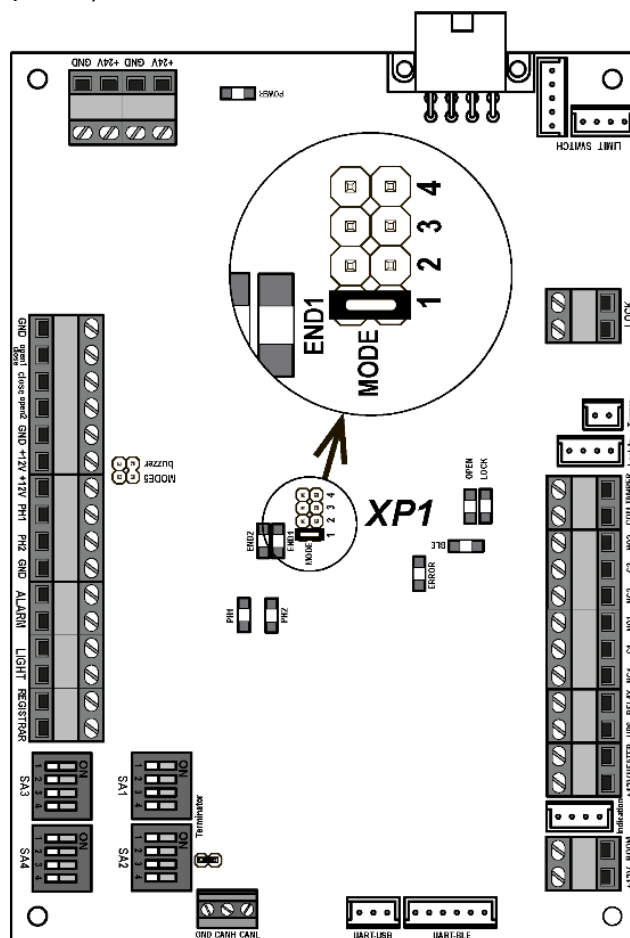

Рисунок 9. Расположение джампера «MODE1» при левостороннем положении стрелы
2. На приводе стрелы переведите рычаг (13) в нижнее положение. Для этого шлицевой отвёрткой вращайте винт (или ручку, в зависимости от модификации привода) разблокировки привода (21) против часовой стрелки до упора.
4. Демонтируйте рычажно-шатунную группу – детали (12) и (13), для чего открутите два болта (14) с внутренним шестигранником S10 и снимите стопорное кольцо (15). Детали плотно насажены на оси, при снятии покачивайте их из стороны в сторону, при необходимости используйте большие отвертки в качестве рычагов.
5. Снимите стопорное кольцо (16) и разъедините детали – шатун (12) и рычаг (13). Замените рычаг (13) на другой из комплекта поставки (рычаг с маркировкой 18В-В соответствует правосторонней установке стрелы, рычаг с маркировкой 18В-А – левосторонней). Установите шатун на новый рычаг и зафиксируйте обе детали стопорным кольцом (16).
6. Открутите четыре винта (18) с внутренним шестигранником S6 и переставьте упор (17) зеркально относительно вертикальной оси привода, на рисунке – место (19). Перед установкой упора на новое место проверните вал редуктора с упорной лапкой (20) при помощи винта (ручки) разблокировки привода (21). При необходимости зафиксируйте упор на новом месте болтами (18).
7. Установите на место рычажно-шатунную группу и закрепите ее болтами (14) на валу кронштейна стрелы и стопорным кольцом (15) на шарнире лапки (20).
8. На плате управления поставьте переключку-джемпер «MODE1» на разъем **XP1** для левостороннего положения стрелы. Для правостороннего положения – джемпер по умолчанию снят (см. рис. 9):